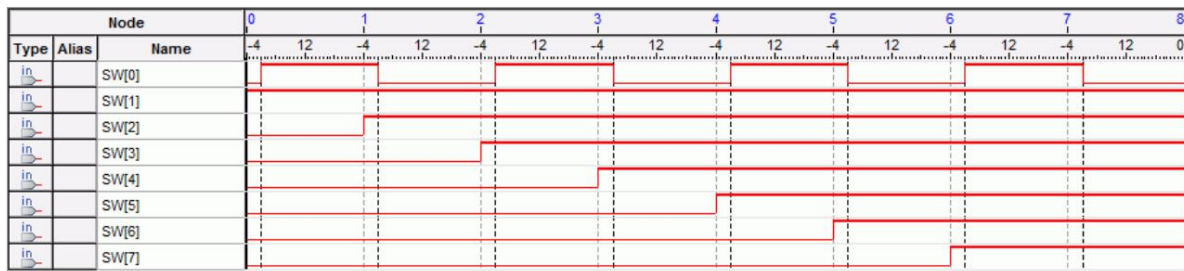

Figure 24. Formes d'onde possibles pouvant résulter de l'utilisation du mode d'acquisition segmenté.
5. Revenez à la fenêtre SignalTap II et cliquez sur Traitement > Analyse. Ensuite, basculez SW[0] vers le haut et vers le bas, et entre chaque basculement, modifiez les valeurs des 7 autres commutateurs. Après avoir répété cette opération 8 fois, les valeurs du tampon s'afficheront dans la fenêtre de données, indiquant les valeurs des 8 commutateurs à chaque déclenchement. La figure 24 présente une forme d'onde possible. Elle résulte du basculement d'un commutateur supplémentaire entre chaque basculement de SW[0].